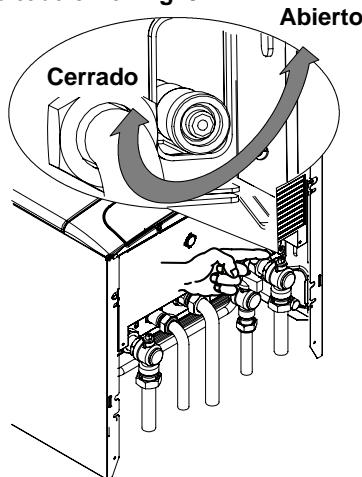

Fig. 9.4 Grifo de vaciado del circuito primario.
- 2 Abra el grifo de vaciado de la caldera indicado en la Fig. 9.4